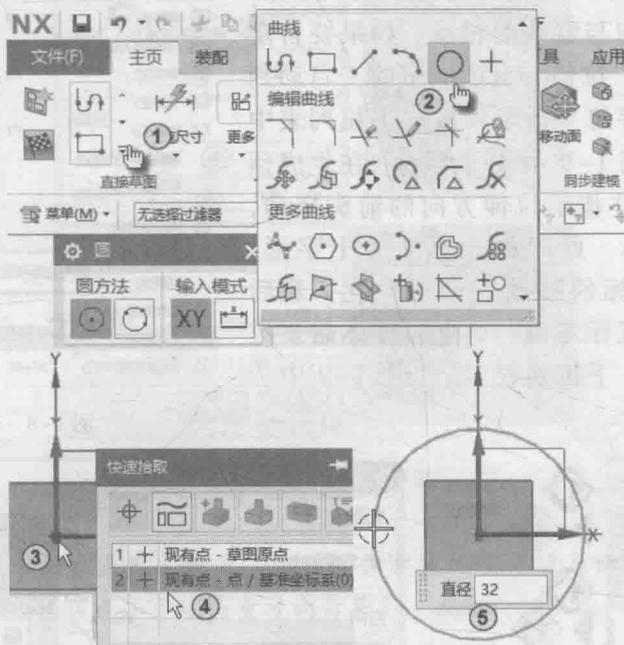

图 1-6 绘制圆
在功能区“主页”选项卡的“直接草图”选项板中单击“圆”按钮，如图 1-6 中①②所示，其余均保持默认值，在工作区移动鼠标捕捉坐标原点，确定圆心，在“直径”文本框中输入 32，如图 1-6 中③~⑤所示，按〈Enter〉键。单击鼠标中键结束圆的绘制。